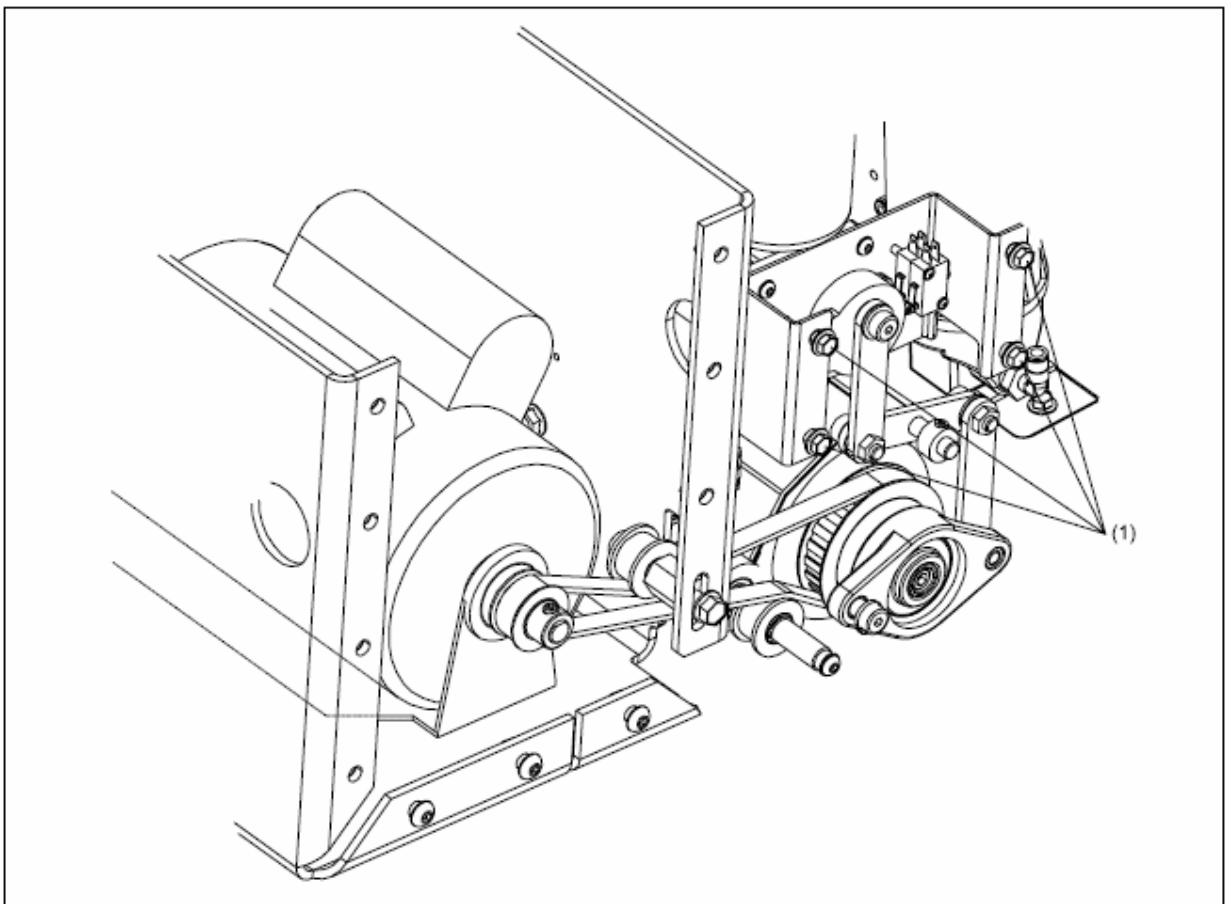

Figure 5-17. Ajuster la brosse du Buffer
Référez-vous à la Figure 5-17.
(1) COLLIER
(2) AXE COURT
17. Serrez (mais pas trop) les 4 boulons de fixation en ne déformant pas les lumières d'ajustement. Référez-vous à la Figure 5-17.